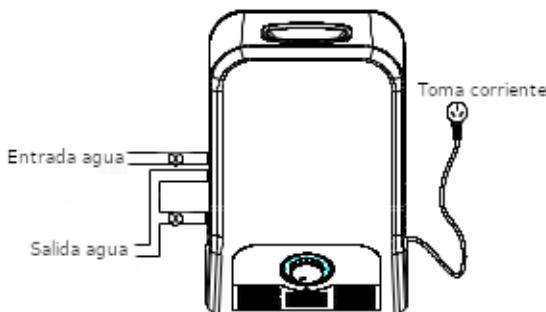

Fig 5
Conecte la tubería de agua a la entrada de agua (debe instalar la válvula de entrada de agua) como se muestra en la Fig. 5, conecte la tubería de drenaje a la salida de rebosamiento, la salida de descarga de agua necesita instalar la válvula de drenaje, la salida de rebose no necesita la válvula de drenaje)
③ ② Connect the water-pipe to water inlet on product(need to install water inlet valve)as shown in Fig 5,connect the Drain-pipe to overflow outlet and water discharge outlet(water discharge outlet need to install drainage valve, overflow outlet no need to install drainage valve)